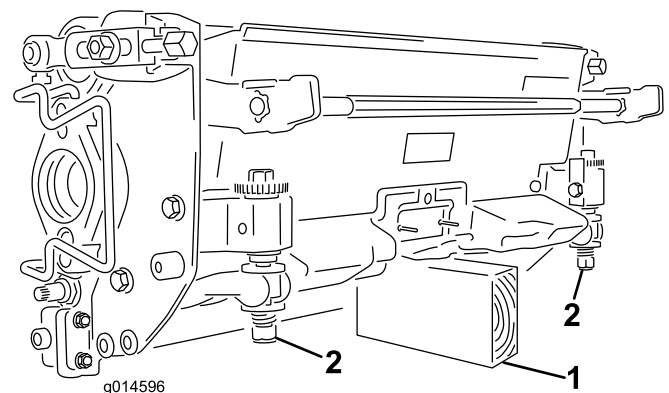

図 59
**重要** ベッドナイフやリールを見るためにカッティングユニットを立てる場合には、ベッドバー調整ねじのナットが床面に接触しないように、カッティングユニットの後ろ側をスタンドなどで支えてください 図 59。